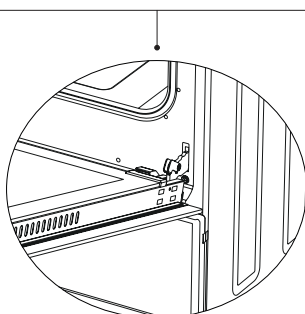

Figura 15.2
2. Abra la bisagra al máximo como se muestra en la figura 15.2. Coloque ambas bisagras que conectan el horno a la puerta en la misma posición.